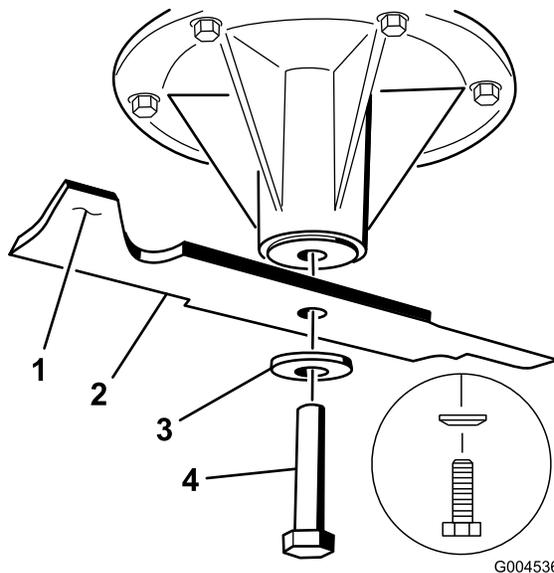

図 81
1. スピンドルシャフトにブレードを取り付ける (図 81)。
2. スプリングディスクとブレードボルトを取り付ける 図 81。
注 スプリングディスクは、円錐部をボルトの頭に向けて取り付ける 図 81。